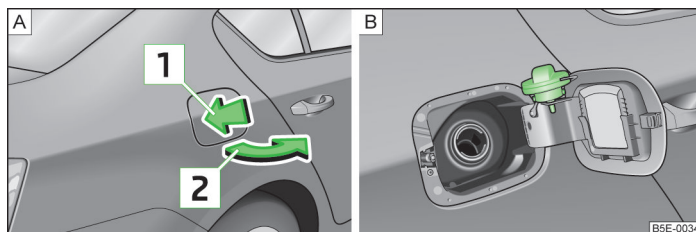

Fig. 178 **Aprire lo sportello serbatoio / Chiusura sportello serbatoio con tappo a vite**
Sul lato interno dello sportello del serbatoio sono riportati i tipi di carburante idonei per il veicolo » fig. 178 a pagina 222 - [\[B\]](#).
- Premere sullo sportello del serbatoio nella direzione indicata dalla freccia [\[1\]](#) » fig. 178 - [\[A\]](#).
- Togliere il tappo del serbatoio e inserirlo nel foro presente sullo sportello del serbatoio » fig. 178 - [\[B\]](#).